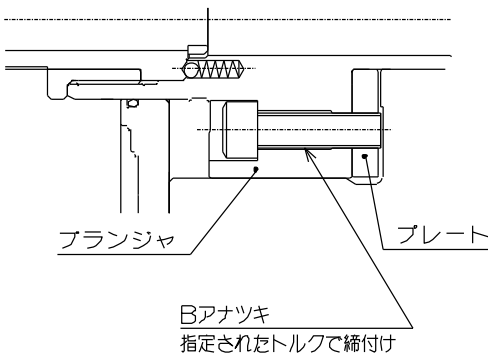

図 27
- プレート【10】をプランジャから【3】取外した場合、再組立時にはプランジャ、プレートの取付けボルトは図 27 の表で指定された締付トルクで締付けること。